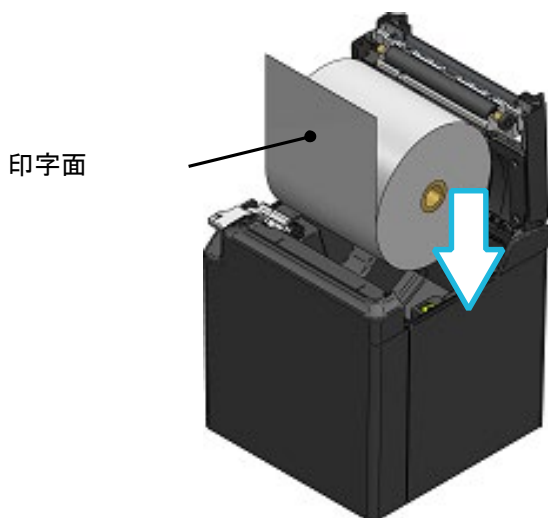
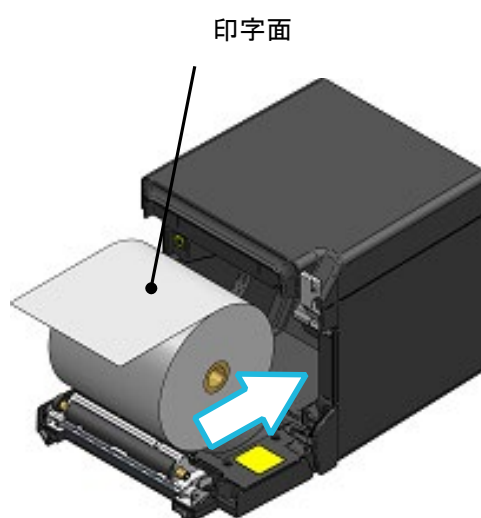

図 8-3 感熱紙セット方向（上排出）
図 8-4 感熱紙セット方向（前排出）
- ② 感熱紙の糊付け部を剥がしてください。
- ③ 感熱紙の方向を図 8-3、図 8-4のようにして、ペーパーホルダに静かに投入してください。